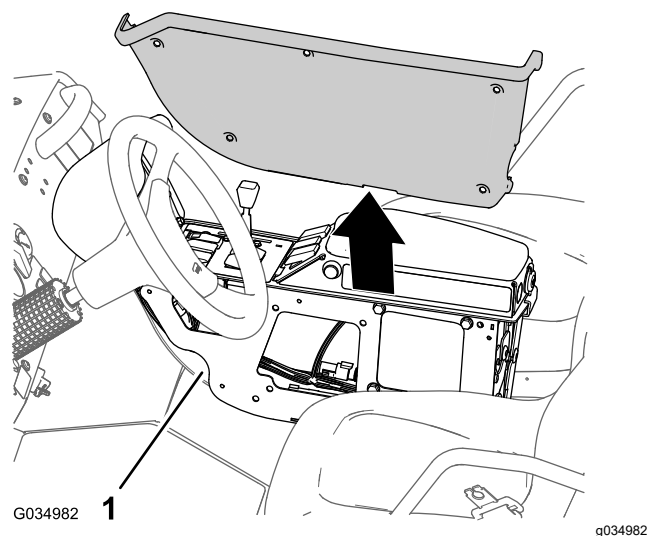

Рисунок 113
3. Снимите крышку центральной консоли (Рисунок 113).